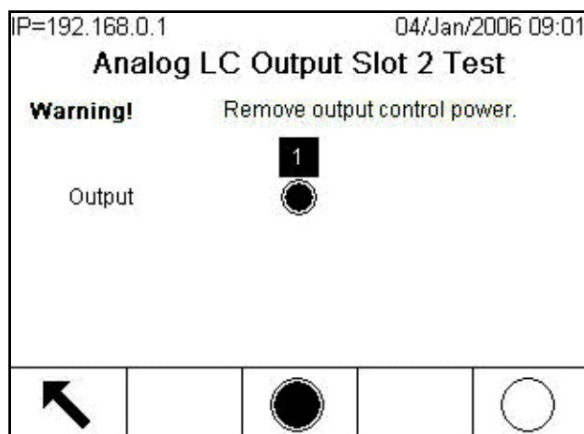

Figura 3-210: Schermata Test slot 2 uscita LC analogica
4. Con l'output selezionato, premere il soffkey DISATTIVA USCITA DISCRETO  per disabilitare l'output discreto e premere il soffkey ATTIVA USCITA DISCRETO  per abilitare l'output. La Figura 3-210 mostra la schermata di test per una cella di carico analogica con l'output attivo.